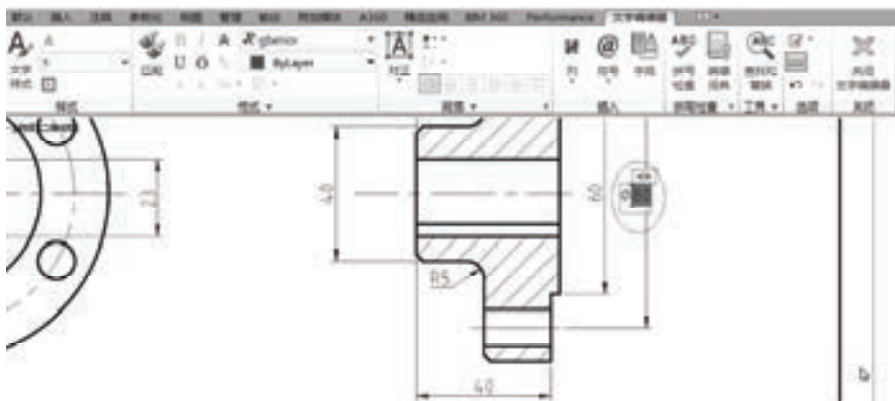

图 8-51 编辑标注文本
22) 编辑相关尺寸的标注文本。在命令窗口的“输入命令”提示下输入“TEXTEDIT”命令或“ED”命令，按〈Enter〉键，接着选择要编辑的标注注释，然后利用出现的“文字编辑器”对尺寸文本进行编辑。例如执行“ED”命令后，选择尺寸值为 80 的尺寸，接着在文本框中确保将输入光标移至标注文本的前面，输入“%%C”，如图 8-51 所示（输入的“%%C”字符自动转换为直径符号），然后单击“关闭文字编辑器”按钮，则在该尺寸值前添加了直径符号。